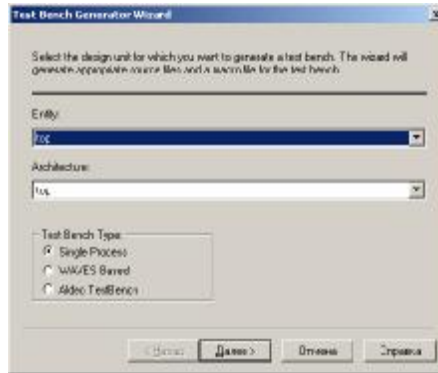

Рисунок 2.27 – Вибір типу випробувального стенда
2.8.4 З'явиться перше вікно майстра **Testbench Generation Wizard** (рис. 2.27). У даному випадку тип випробувального стенда повинен бути *Single*